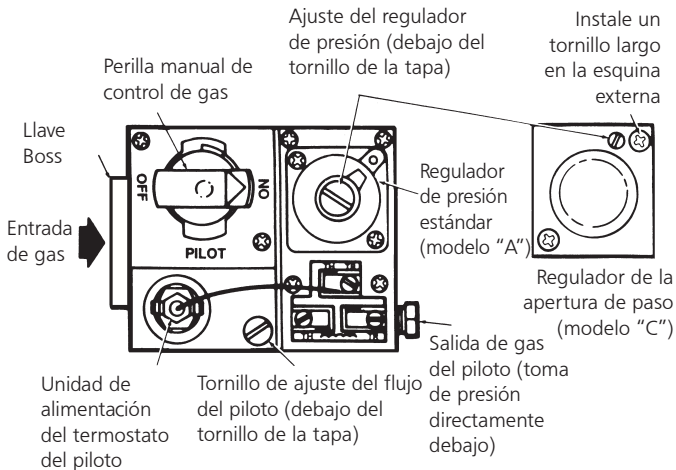

Figura 8. Vista superior del control de gas de capacidad estándar.
- Retire el tornillo de la tapa de ajuste del piloto. Consulte la Figura 8.
| El piloto no se puede encender | Orificio del piloto bloqueado La válvula de gas no está en su posición Es posible que el tornillo de ajuste del flujo de gas del piloto esté cerrado | Reemplazar Girar la perilla de control de gas hasta piloto y mantenerla presionada Abrir y ajustar (vea la Figura 8) |